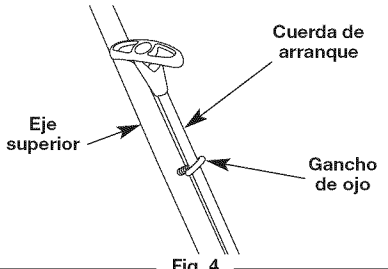

Fig. 4
7. Tire de la cuerda de arranque y pásela a través del gancho de ojo (Fig. 4).
Su unidad trae una botella de aceite SAE 30 SF, SG, SH de 90 ml (3,04 onzas fluidas) (Fig. 4).